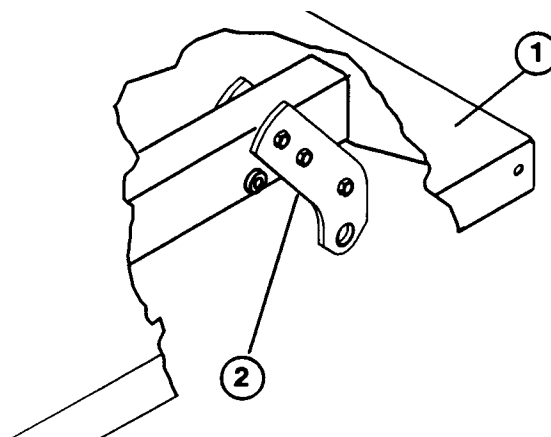
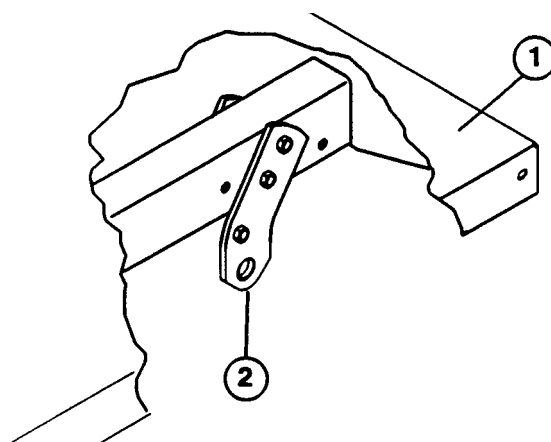

Fig. 4
Fig. 5
3. Montér de højeste, bageste drejeplader løst sammen med et drejerør samt en 3/8-6 x 3-3/4" skrue og låsemøtrik ved hjælp af hullerne, der er vist på Fig. 4.
4. Montér hvert sæt bageste drejeplader på højre og venstre ladrammekanaler med de tidligere afmonterede skruer og låsemøtrikker. Anbring beslagene på ladet i fuld størrelse som vist på Fig. 4 og på ladet i 2/3 størrelse som vist på Fig. 5.
BEMÆRK: På en Workman 3000 med et fladt lad i fuld størrelse, skal man sikre, at de bageste drejeplader er fastboltet på ladrammen/kanalen, så den nederste ende vender skråt bagud (Fig. 4).